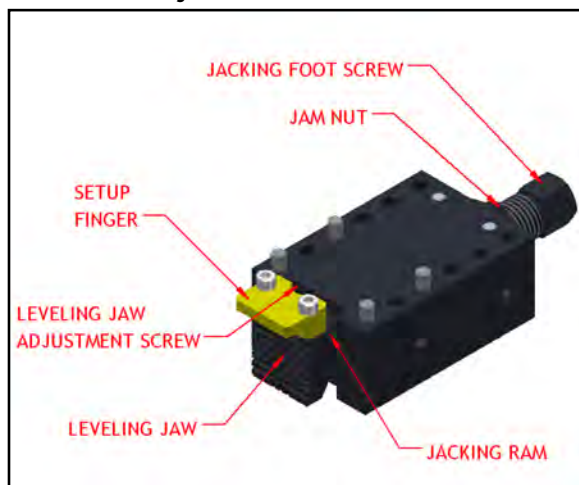

ABBILDUNG 3-6. KOMPONENTEN DES JUSTIERFUßES
39.02 (991)	42.5 (1,080)	A	2
- Nehmen Sie eine Grobeinstellung der Justierfüße vor (siehe ein Fuß in Abbildung 3-6), indem Sie die Einstellschraube am Fuß ungefähr 1/8" (3 mm) weiter als den Außendurchmesser des Flansches justieren.